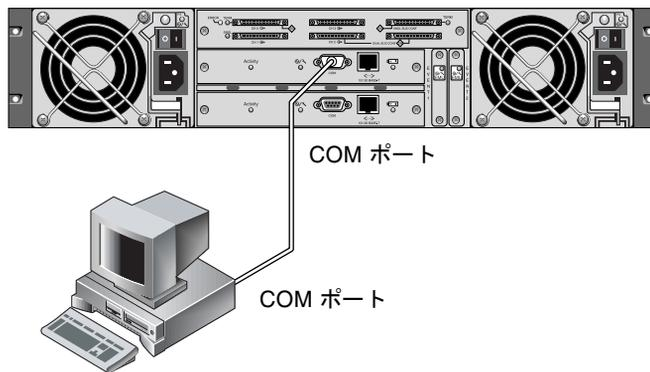

図 E-1 ワークステーションの COM ポートまたはコンピュータ端末にローカル接続された RAID アレイ COM ポート
1. RAID アレイ COM ポートを Solaris ワークステーションのシリアルポートに接続します (図 E-1 を参照)。